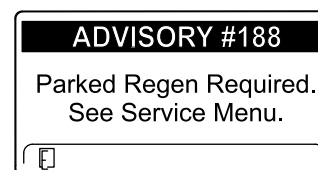

Figura 51
- Parked regeneration required (Es necesaria una regeneración con la máquina aparcada) ADVISORY #188 (Aviso n.º 188) (Figura 51)